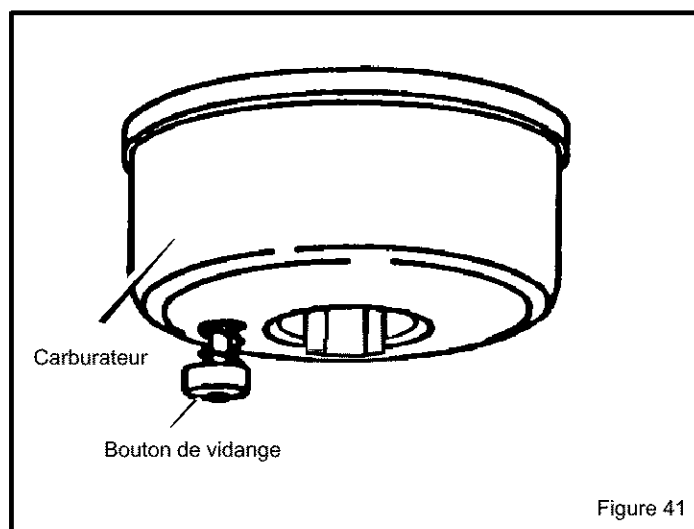

Figure 41
1. Pour vidanger l'essence, faire tourner le moteur jusqu'à ce qu'il tombe en panne sèche. Vidanger l'essence résiduelle du carburateur en appuyant sur le bouton de vidange situé à la base du carburateur (voir Figure 41).